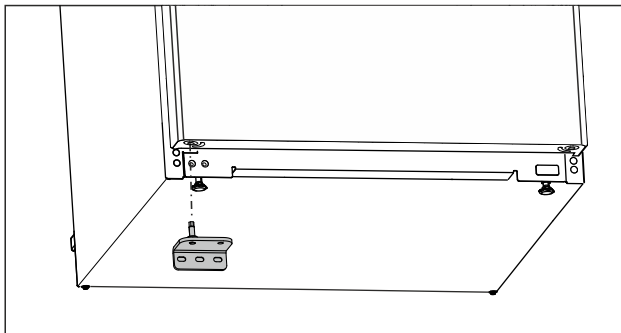

Fig. 20
- Pange alumine laagripukk vastasküljel sisse. (vt. Fig. 20)